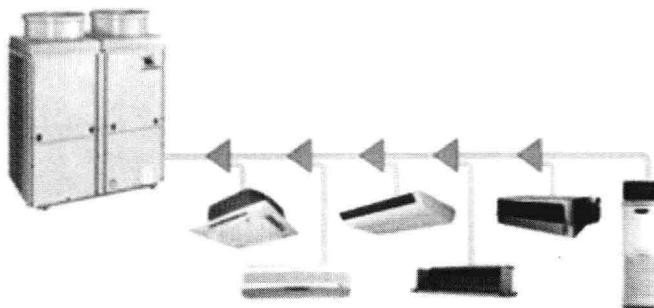

图 1-8 一托多组合式空调器
(5) 一拖多组合式空调器 一拖多组合式空调器就是一台室外机带多台室内机，室内机有落地式、壁挂式、吊顶式、嵌入式等多种组合，而室外机的功率会随着所带的室内机增多而增大。典型的一拖六组合如图 1-8 所示。